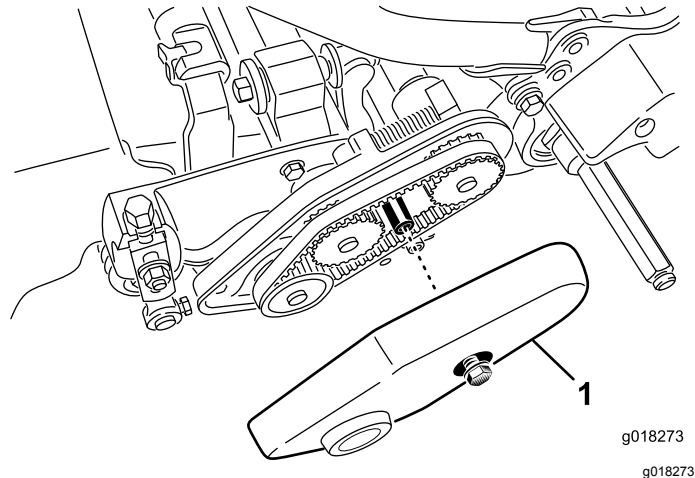

Bild 44
2. Lösen Sie den Bundbolzen, mit dem die Riemenabdeckung befestigt ist, und nehmen Sie die Riemenabdeckung ab, um den Riemen frei zu legen (Bild 44).